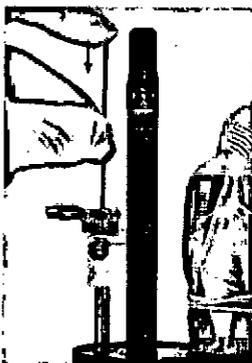

Figura 77
20. Inserte el tubo de inserción de guía y el estilete. (Ver Figura 77)